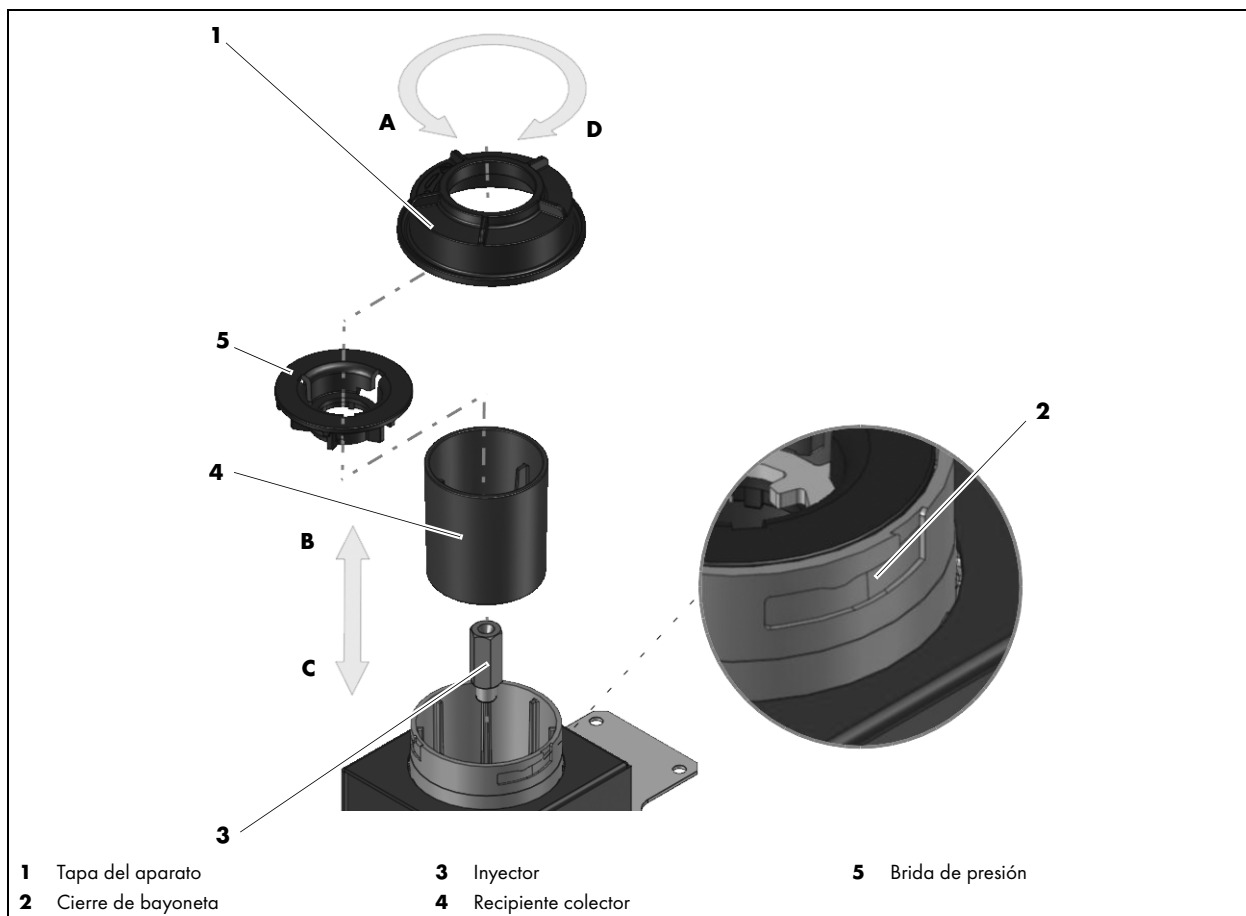

Fig. 10 Mantenimiento y limpieza
⇒ Fig. 10 Mantenimiento y limpieza en la página ES-18
• Tapa del aparato suelta	<ul style="list-style-type: none"> • Comprobar que la tapa del aparato (1) esté bien apretada y fijarla si fuera preciso ⇒ Fig. 10 Mantenimiento y limpieza en la página ES-18